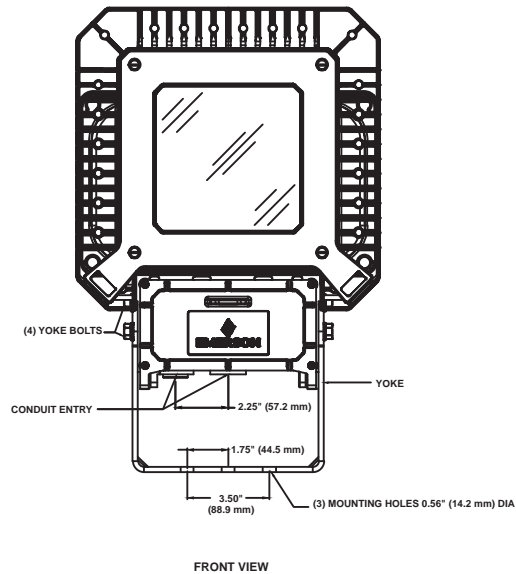

Figure 2: Luminaire avec étrier de montage
Le luminaire Areamaster High Lumen LED avec étrier (fourni) se monte directement sur des surfaces planes. La culasse a un trou de dégagement central pour un boulon de 1/2 pouce (12,7 mm) et deux trous de dégagement de 1/2 pouce (12,7 mm) espacés de 3-1/2 pouces (88,9 mm) sur la ligne centrale de l'étrier. Voir la Figure 2.
1. Montez le luminaire avec étrier sur une surface plane à l'aide de matériel fourni par l'utilisateur. Voir la figure 2 pour l'emplacement des trous de montage.
2. Desserrer légèrement les quatre boulons de l'étrier et incliner le luminaire dans la position désirée avec votre main libre. Voir Figures 2 et 3.